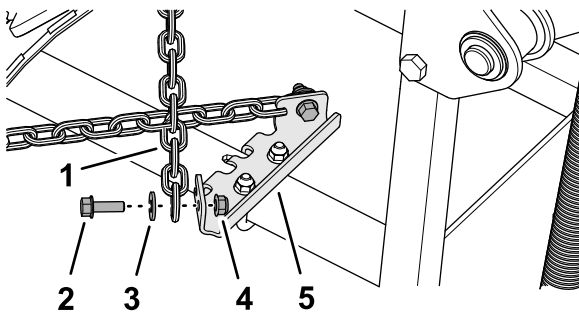

図 14
1. 取り付けしたチェーン 図 14 を牽引バーにクロスさせる。
ンジロックナット5/16"を使用して図 14 のように取り付ける。